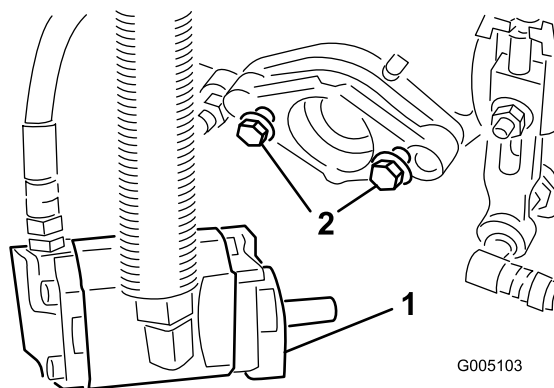

Figura 10
- Asegúrese de que quedan aproximadamente 13 mm de rosca a la vista en cada perno de montaje del motor del molinete (Figura 10).
- Apriete los pernos de montaje (Figura 10).